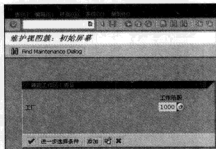

图 15-26 选择库存对应的“工厂”
STEP 1 在命令栏中输入“OX09”命令后单击回车键，系统会弹出如图 15-26 所示的“确认工作区”对话框。在此对话框中，要求用户选择修改库存对应的“工厂”。